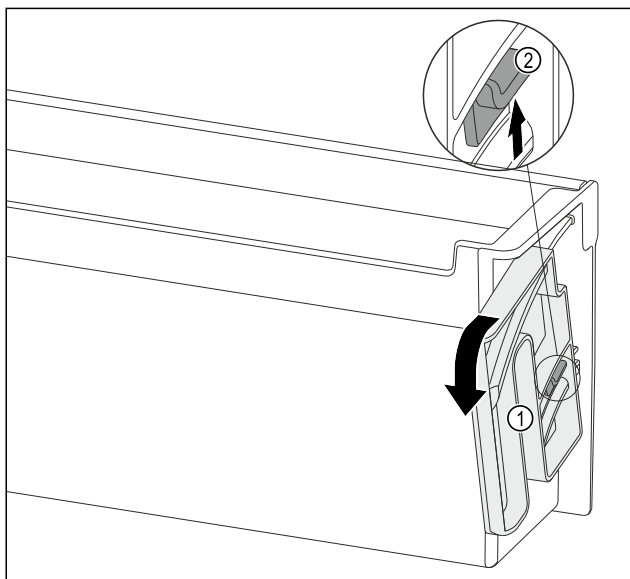

Fig. 94
- Vri den dreibare enheten Fig. 94 (1) til anslag i angitt retning.
- Trykk tappen Fig. 94 (2) oppover og ta ut den dreibare enheten Fig. 94 (1).